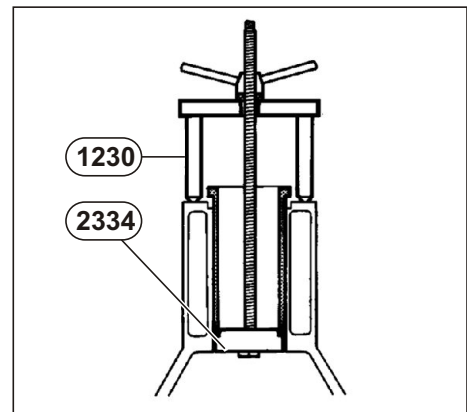

Рис. 36. Снятие гильзы цилиндра.
1. Извлечь гильзы (650.1002021), используя приспособления 1230 + 2334 (см. Рис. 36).